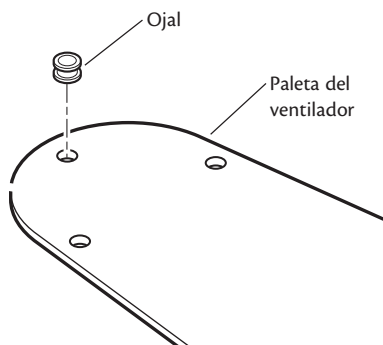

**Figura 21 - Forma de quitar el anillo decorativo de la campana**
- Busque los indicadores de las pestañas (pequeñas protuberancias en la parte superior de las pestañas. Vea la Figura 21).
- Para retirar el anillo decorativo de la campana, oprima firmemente los lados opuestos del anillo hacia la campana, como se muestra en la Figura 21. Las pestañas se doblarán, liberando el anillo decorativo para poder sacarlo de la campana.